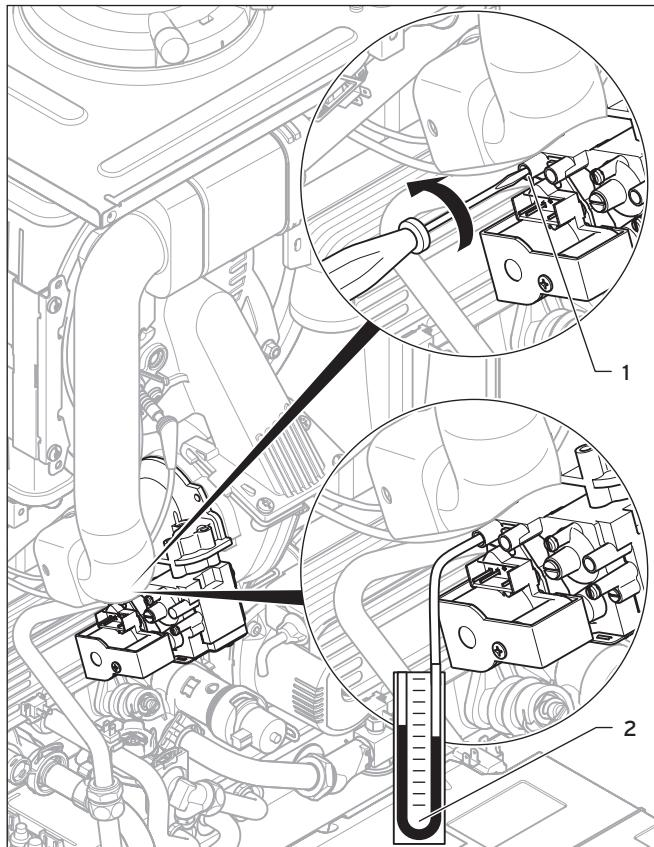

Bild 2.1 Kontrollera gasanslutningstrycket
- Lossa tätningskruven på mätnippel (1) (vänster skruv) på gasarmaturen med hjälp av en skruvdragare.
- Anslut en manometer (2, Abb. 2.1) till mätnippel (1).